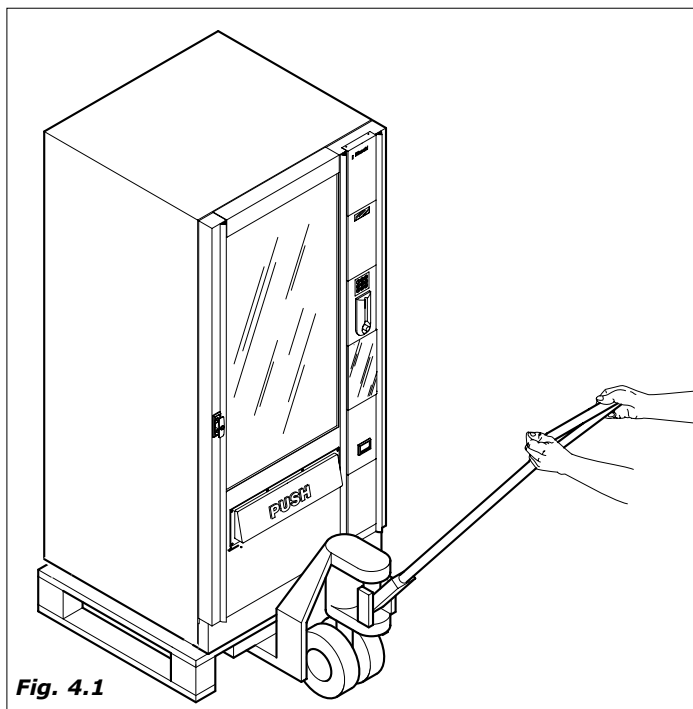

Fig. 4.1
4.1 Movimentazione e Trasporto (Fig. 4.1)